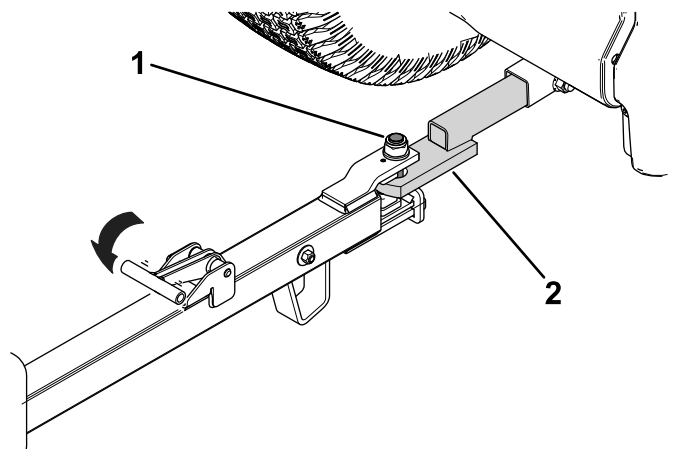

Figura 27
2. Aliniază tiftul barei de cuplare cu dispozitivul de cuplare al vehiculului tractor (Figura 27).
3. Eliberai mânerul barei de cuplare (Figura 27) pentru a fixa remorca la dispozitivul de cuplare al vehiculului tractor.